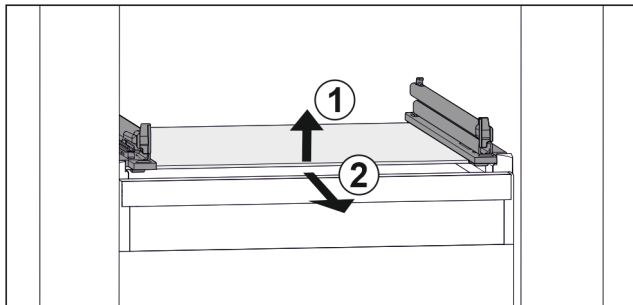

Fig. 78 Примерное отображение стеклянной пластины
- ▶ Приподнимите стеклянную пластину спереди. Fig. 78 (1)
- ▶ Извлеките стеклянную пластину движением вперед. Fig. 78 (2)